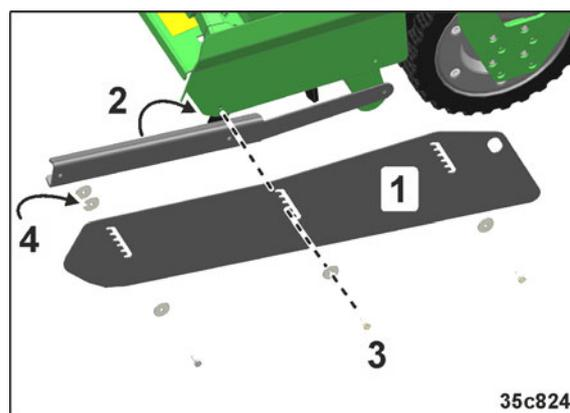

Рис. 19
Привинтите удлинители боковых направляющих щитков (Рис. 19/1) к роторному культиватору/ротационной бороне.
4. Приведите контропоры за креплением в нужное положение (Рис. 19/2)
5. Удерживая удлинители боковых направляющих щитков (Рис. 19/1) у крепления машины KE Super/KX/KG 3001, закрепите их болтами (Рис. 19/3) на контропоре.
6. Вставьте дистанционный элемент для переднего резьбового соединения (Рис. 19/4).